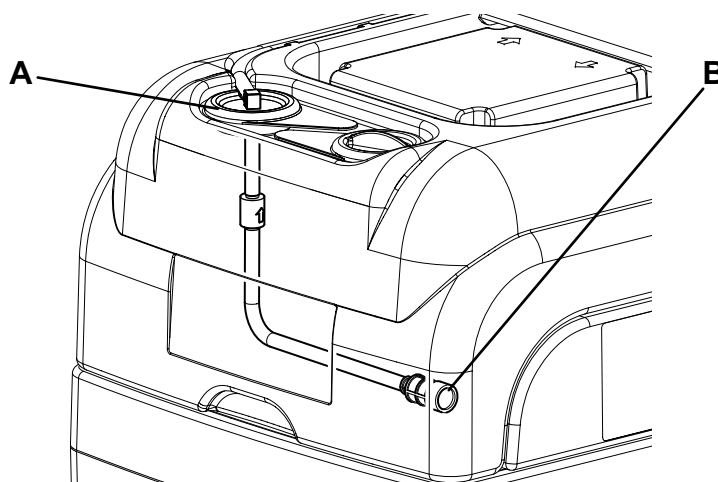

Рис. 4
1. Опорожните бачок с раствором (14), как показано в разделе “Использование”.
3. Убедитесь, что сетевой шнур (10) отсоединен от сети электропитания.
4. Снимите пробку (А, Рис. 4) шланга для раствора, аккуратно отделите шланг от бачка и промойте водой фильтр (В). В случае необходимости снимите фильтр и замените его новым.